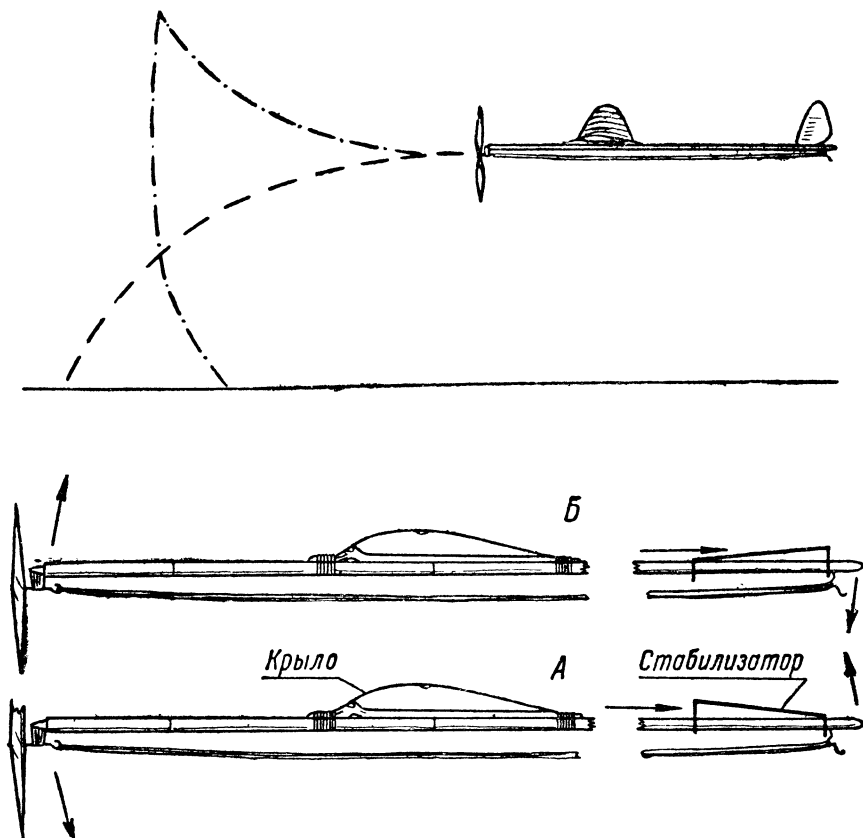

Рис. 56. Регулировка модели при помощи стабилизатора
1) Модель идет вверх, затем падает на хвост (рис. 56) — передвинь немного крыло назад.
В случае, если стабилизатор будет сделан регулирующим, можно не передвигать крыла назад, а поднять переднюю кромку стабилизатора кверху (рис. 56, фиг. А).
2) Модель проваливается, «клюет» носом (рис. 56) — пе-
редвинь крыло назад или подними заднюю кромку стабилизатора кверху, или же переднюю опусти вниз. (рис. 56, фиг. Б).